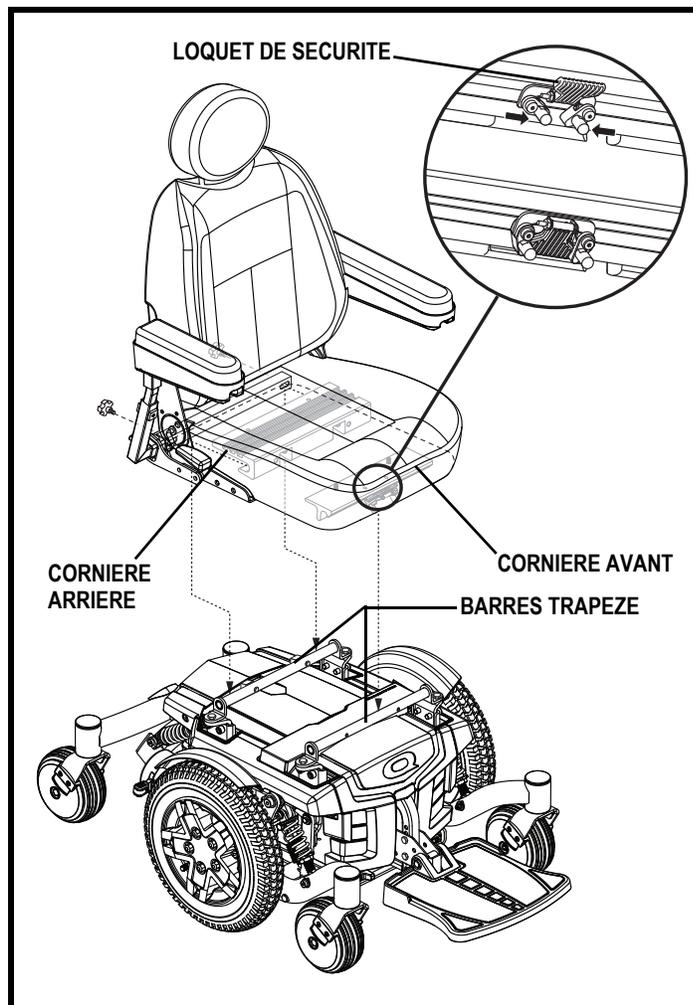

Figure 10. Système de montage universel et siège Contour
Il se peut que vous ayez à installer le siège avant la première utilisation ou après avoir transporté votre fauteuil motorisé. La plupart des sièges sont fixés à la base à l'aide du «Système de Montage Universel» (SMU). Le système de montage universel (SMU) est composé de pièces compatibles au siège sans égard à la largeur ou à la profondeur du siège. Les composantes principales sont deux cornières en aluminium montées sous le siège. Celles-ci se fixent sur la paire de barres trapèze fixées sur la base motorisée. **Voir la figure 10.**
1. Inclinez le siège vers l'arrière et glissez la cornière arrière sur la barre trapèze arrière. **Voir la figure 10.**
4. Basculez le loquet du siège vers le haut. **Voir la figure 10.**